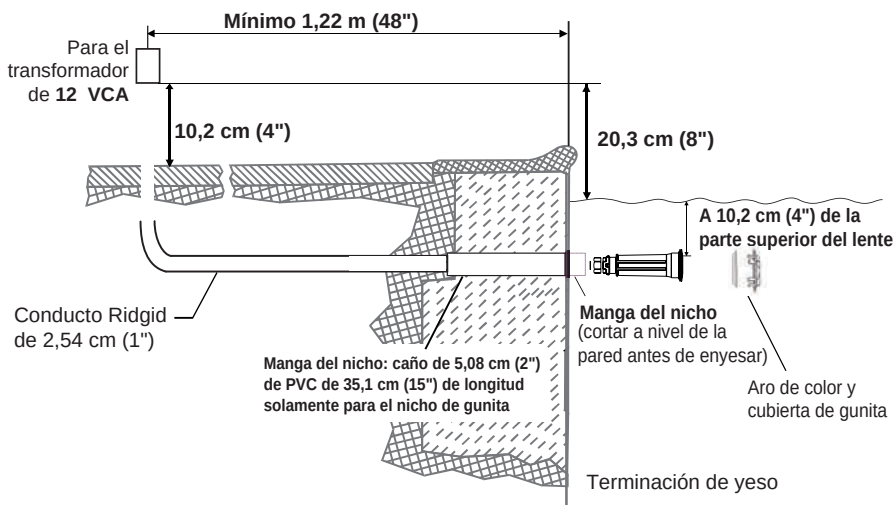

Figura 1: Diagrama de instalación de lámpara en gunita
ANTES DE COMENZAR: La siguiente información describe las tareas que el electricista debe realizar *antes* de instalar la unidad de iluminación. Vea la Figura 1 de la página 6.
- La caja de conexiones y el transformador de bajo voltaje se ubica al menos a 10,16 cm (4 pulgadas) sobre el nivel del suelo u 20,3 cm (8 pulgadas) sobre el máximo nivel del agua, el que sea mayor. La caja de conexiones se debe encontrar al menos a 1,22 m (48 pulgadas) del borde de la piscina. Vea la Figura 1 de la página 7.
ANTES DE COMENZAR: La siguiente información describe las tareas que el electricista debe realizar *antes* de instalar la unidad de iluminación. Vea la Figura 1 de la página 7.
- La caja de conexiones y el transformador de bajo voltaje se encuentran a un mínimo de 20,3 cm (8") sobre el nivel del suelo y a un mínimo de 1,22 m (48") desde el borde de la piscina. Vea la Figura 1 de la página 7.
1. **Instale la manga:** Ubique la posición vertical en la piscina o el spa donde se instalará la lámpara. La parte superior del lente de la lámpara debe encontrarse como mínimo a 10,2 cm (4") debajo del nivel de agua normal. Consulte la Figura 1 de la página 7 para ver los requisitos exactos de profundidad.
6. Instale el conducto. Vea la Figura 1 de la página 7.
2. En el transformador de 12 VAC o la caja de conexiones, corte todo el cable sobrante. Deje al menos 15,2 cm (6") de cable en la caja de conexiones o en el transformador para facilitar la instalación de la lámpara y la inspección del nicho. Corte el cable sobrante. Vea la Figura 1 de la página 7.
3. Pele el extremo del cable exterior para descubrir los dos (2) conductores aislados. Pele los dos conductores. Procure no dañar el conductor de cobre.
4. Conecte los dos (2) conductores a los cables de circuito correspondientes en la caja de conexiones (cable negro a alimentación, cable blanco a común). Fije la cubierta de la caja de conexiones.